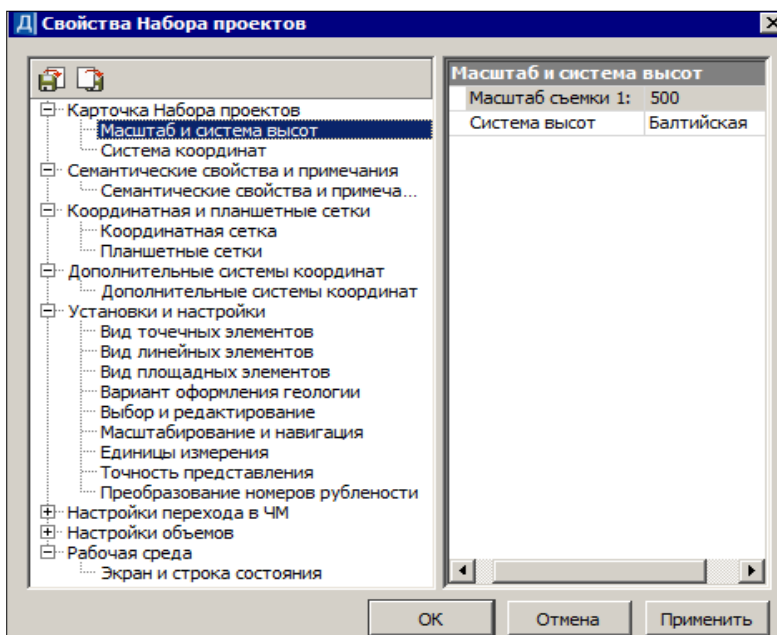

Рис. 3.14
1. Выберите команду **Установки/Свойства Набора проектов** . В левой части диалога **Свойства набора проектов** находится перечень свойств НП, в правой части выполняются непосредственно настройки (рис. 3.14). Рассмотрим некоторые из них.